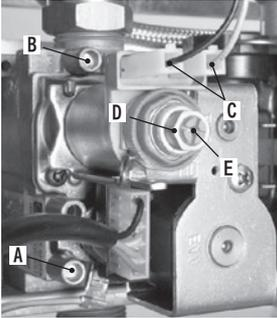

图 7.1
在锅炉关闭条件下（退出工作），使用取样点 A（图 7.1）检查供气压力，并将此值与第 9 页“技术数据 M290L.24CM”章节、“技术数据 M290L.28CM”（第 11 页）和“技术数据 M290L.32CM”（第 13 页）“供气压力”表中的数据相比较。正确关闭取样点 A（图 7.1）。
- 打开取样点“B”（图 7.1）并连接压力表。
- 要校准锅炉的压力，可转动塑料螺丝（图 7.1 中的 E（最小）），使调节开关的大黄铜六角螺母（图 7.1 中的 D（最大））保持静止（顺时针转动增大压力）。
- 连接调节开关的电源线“C”（图 7.1）。
- 正确关闭取样点“B”（图 7.1）。